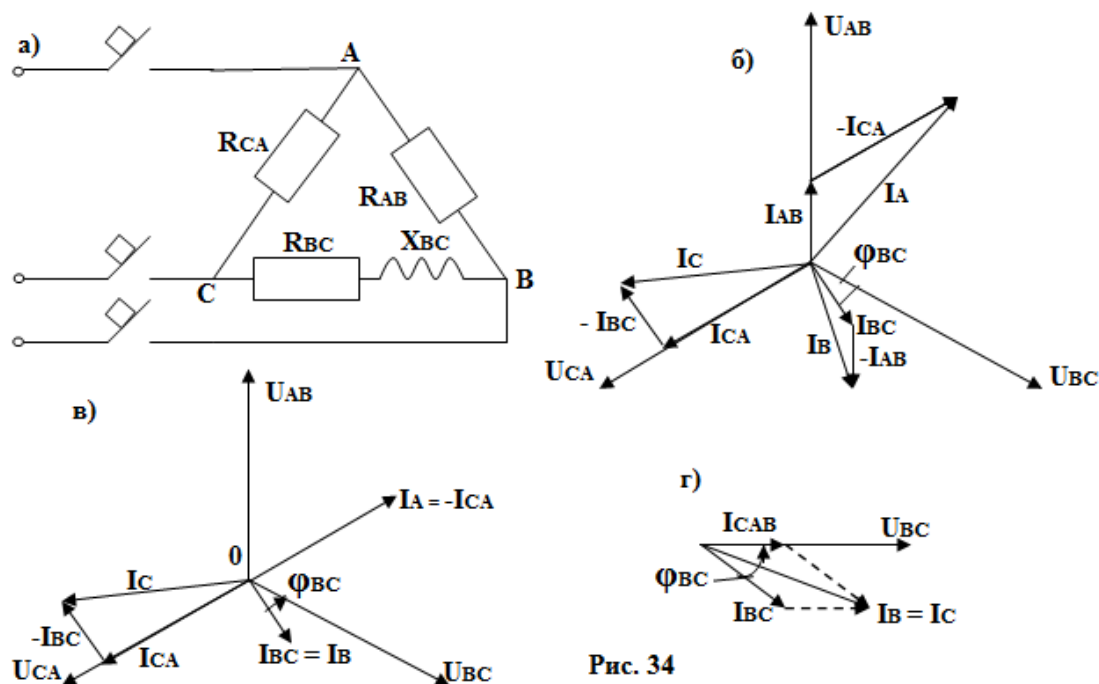

Рис. 34
Пример 5. В трехфазную сеть включили треугольником несимметричную нагрузку (рис. 34, а) : в фазу АВ — активное сопротивление $R_{AB} = 10 \text{ Ом}$; в фазу ВС — индуктивное сопротивление $X_{BC} = 6 \text{ Ом}$ и активное $R_{BC} = 8 \text{ Ом}$; в фазу СА - активное сопротивление $R_{CA} = 5 \text{ Ом}$. Линейное напряжение сети $U_{\text{ном}} = 220 \text{ В}$. Определить фазные токи и начертить векторную диаграмму цепи, из которой графически найти линейные токи в следующих случаях: 1) в нормальном режиме; 2) при аварийном отключении линейного провода А; 3) при аварийном отключении фазы АВ.
Для построения векторной диаграммы выбираем, масштаб по току $m_i = 10 \text{ А/см}$ и напряжению: $m_u = 40 \text{ В/см}$. Затем в принятом масштабе откладываем векторы фазных (они же линейные) напряжений U_{AB} , U_{BC} , U_{CA} под углом 120° друг относительно друга (рис. 34, б.). Затем откладываем векторы фазных токов: ток в фазе АВ совпадает с напряжением U_{AB} ; в фазе ВС ток отстаивает от напряжения U_{BC} на угол $\varphi_{BC} = 36^\circ 50'$; ток в фазе СА совпадает с напряжением U_{CA} . Затем строим векторы линейных токов на основании известных уравнений: $I_A = I_{AB} + (-I_{CA})$; $I_B = I_{BC} + (-I_{AB})$; $I_C = I_{CA} + (-I_{BC})$. Измеряя длины векторов линейных токов и пользуясь масштабом, находим их значение $I_A = 55 \text{ А}$; $I_B = 43 \text{ А}$; $I_C = 48 \text{ А}$.
На рис. 34, построена векторная диаграмма цепи. Из диаграммы находим линейные токи: $I_B = I_C = 38 \text{ А}$. По направлению же эти токи обратны.
3. Аварийное отключение фазы АВ. При этом ток в отключенной фазе равен нулю, а токи в двух других фазах остаются прежними. На рис. 34, г показана векторная диаграмма для этого случая. Ток $I_{AB} = 0$.